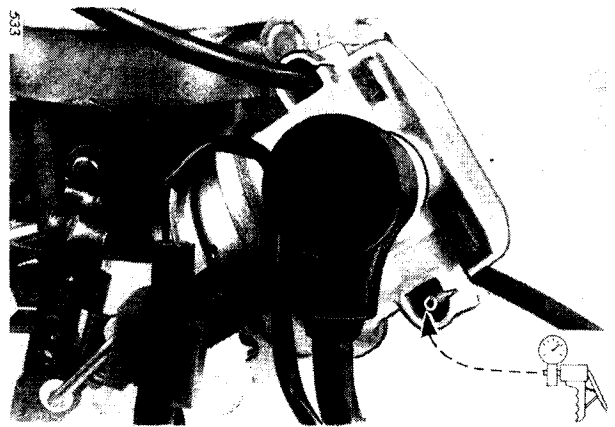

Bild 21
6.7 Regelbereich des Drosselklappenanstellers (Bild 21 – 22a)
- Mit Handunterdruckpumpe am evakuierenden Ventil, s. Bild 21, während des Einstellvorgangs ständig Druckdifferenz (ca. 250 mbar) erzeugen. (Der Stößel des Drosselklappenanstellers fährt in eine lagegeregelte Position).